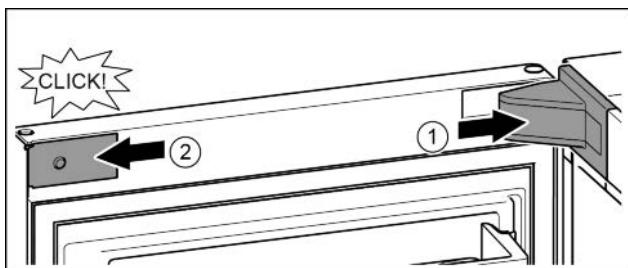

Fig. 21
- Крышку опорного кронштейна установить и зафиксировать, при необходимости, осторожно разжать. Fig. 21 (1)
- Установить сбоку накладку и зафиксировать. Fig. 21 (2)